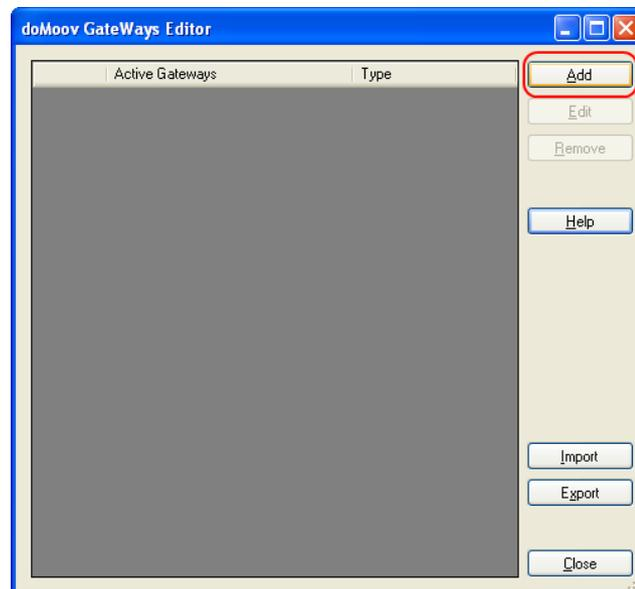
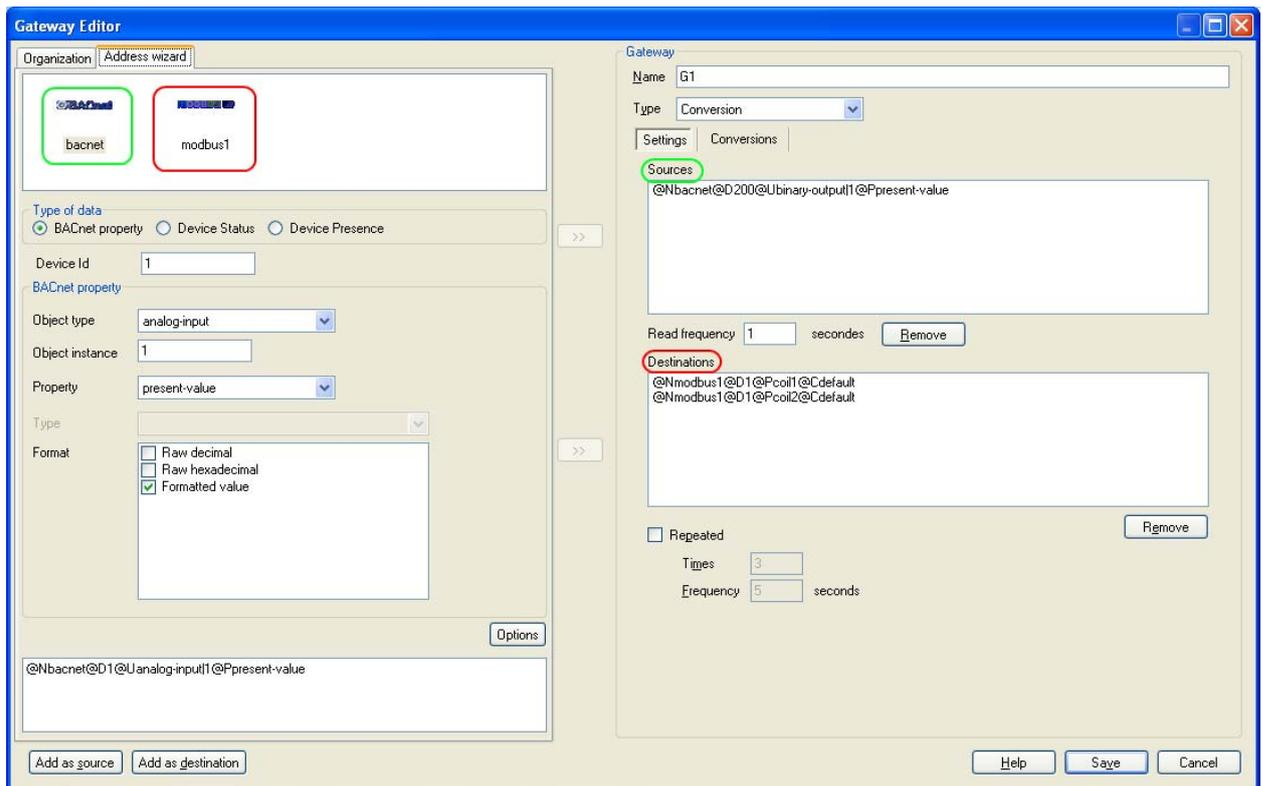

Рис.17 – Создание нового шлюза
Рис.18 – Создание тэгов источников и адресатов
3. Добавляем в таблицу шлюзы (Рис.17). Address wizard (Рис.18) поможет создать правильный адрес для идентификации тэгов.